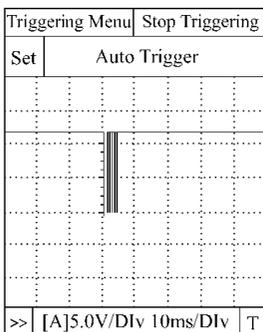

图 3-9 诊断仪显示
①接通点火开关。
②测量 ECM 端子 116 或 IMMU 端子 1 与搭铁之间的电压,应为 0V。否则,检查通信线路与蓄电池电压线或点火开关接通线路短路,并修理束或连接器。
①关闭点火开关。
②检查 ECM 端子 116 或 IMMU 端子 1 与搭铁之间的导通性,应不导通。否则,检查通信线路与搭铁线短路,并修理线束或连接器。
①接通点火开关时,用 CONSULT- II 或示波器检查 ECU 端子 116 与搭铁之间信号。
②确认在点火开关接通 750ms 内,能够检测到如图 3-9 所示的信号。若显示正常,则 IMMU 有故障,更换 IMMU。用 CONSULT- II 诊断仪进行初始化;否则,ECM 有故障,更换